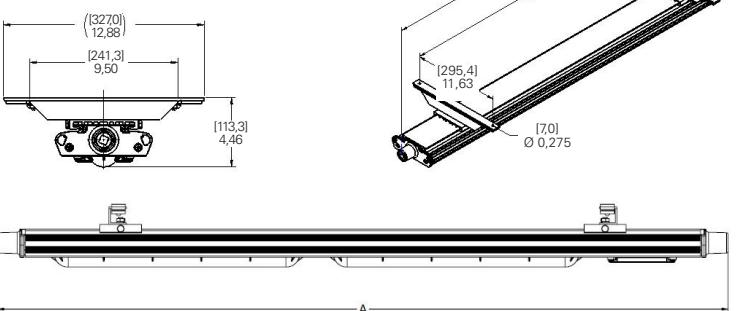

Figure 6 : MP1054MTK Montage sur supports MagnaPro
- Marquer et percer des trous pour installer les supports sur le mur ou le plafond à l'aide de deux boulons de 1/4 po (non inclus). Pour que les trous des supports MagnaPro soient espacés correctement, il est recommandé de les séparer d'au moins 12 po (305 mm) (voir figure 6).